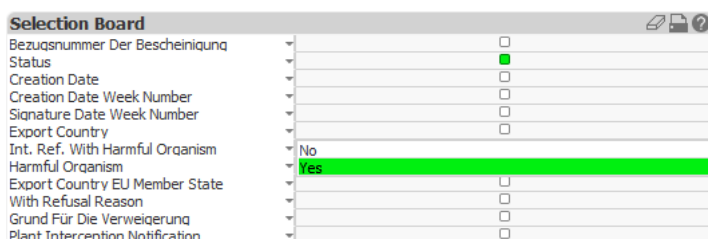

Abbildung 37: Dropdownliste zum Befall mit einem Schadorganismus in der Anzeige *Selection Board*
3. Um ausschließlich Beanstandungen angezeigt zu bekommen, die einen Befall mit einem Schadorganismus aufweisen, öffnen Sie nun die Dropdownliste von *Int. Ref. With Harmful Organism* (Beanstandung mit Schadorganismus) im *Selection Board* (Abbildung 37).